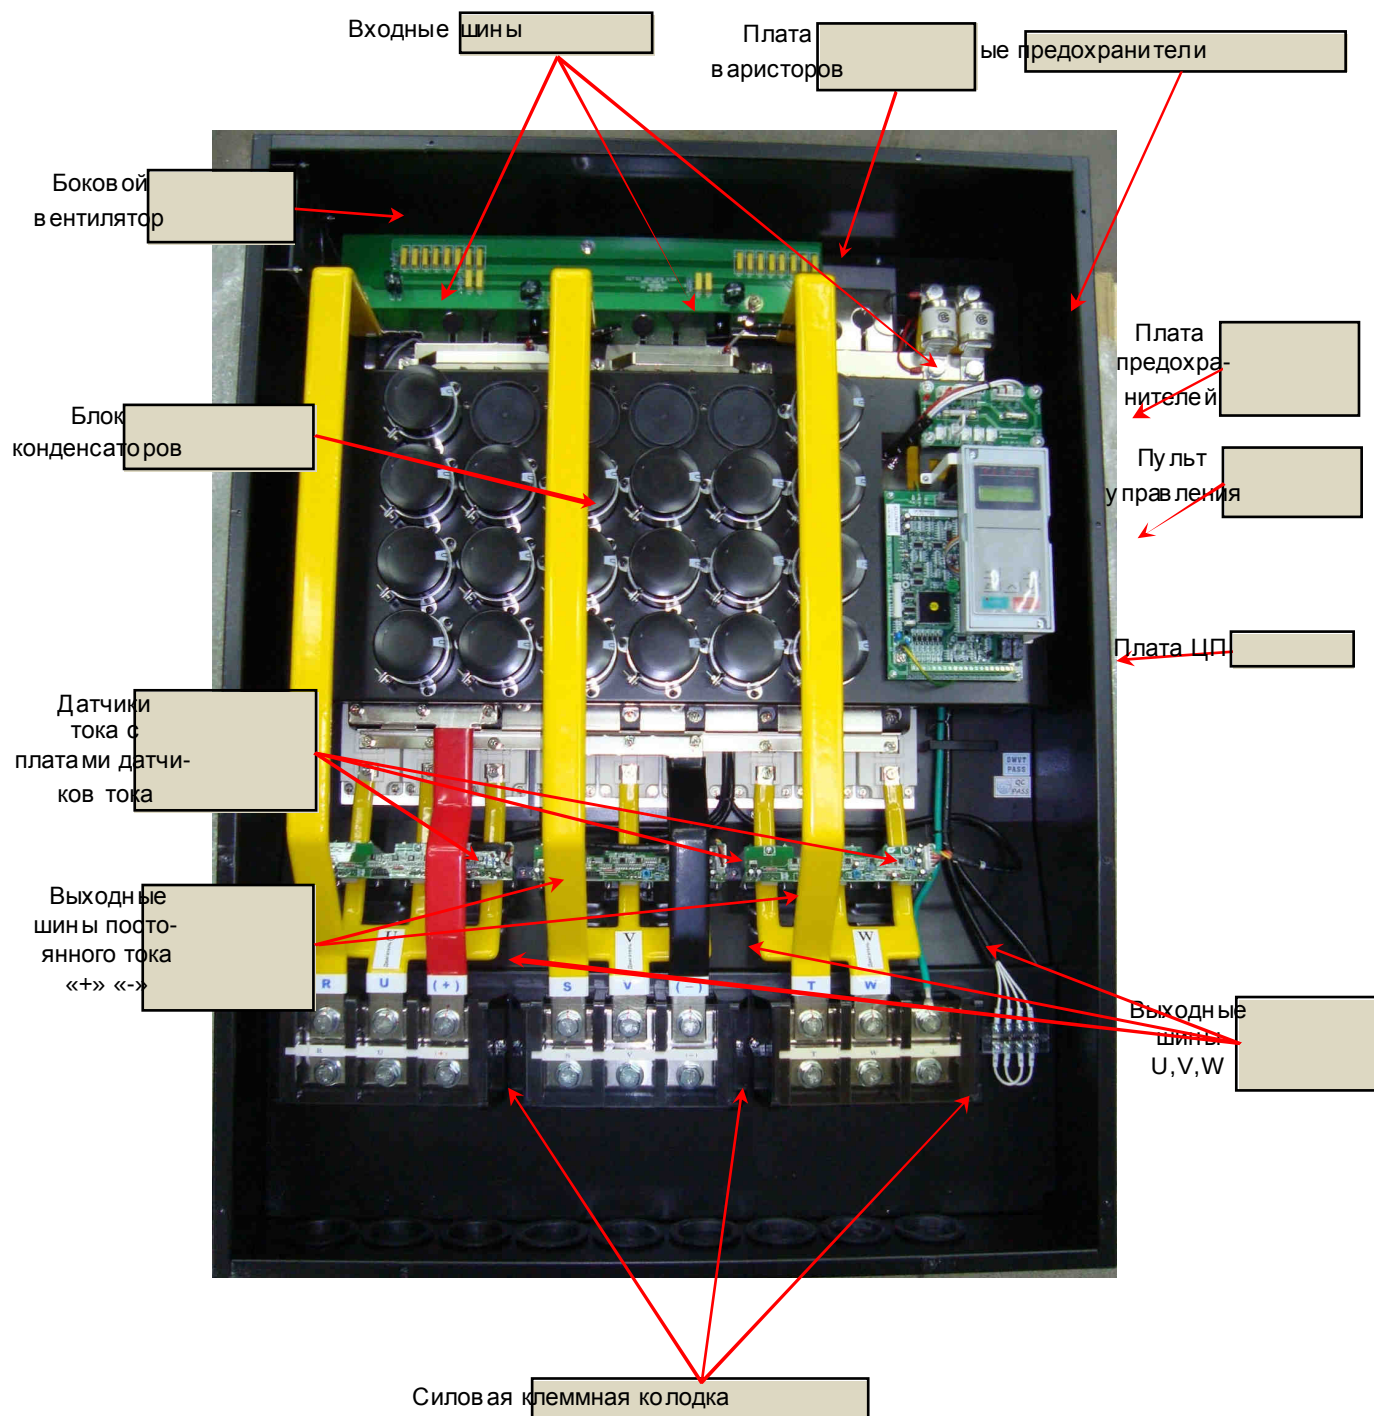

Рис. 4.3.
4.5.1. Общий вид преобразователей частоты EI-7011-250Н, -300Н со снятой верхней крышкой и расположением элементов внутри ПЧ представлены на рис. 4.3.